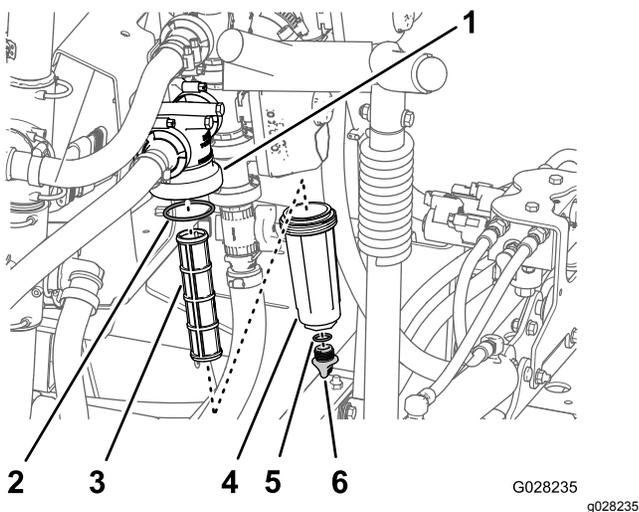

Figura 73
2. Alinhe um recipiente de escoamento debaixo do filtro de pressão (Figura 73).
3. Rode o tampão de drenagem no sentido contrário ao dos ponteiros do relógio e retire-o do recipiente do filtro de pressão (Figura 73).
4. Rode o recipiente no sentido contrário ao dos ponteiros do relógio e retire a cabeça do filtro (Figura 73).
5. Retire o elemento do filtro de pressão antigo (Figura 73).
6. Verifique o anel de retenção do tampão de drenagem (localizado no interior do recipiente) e o anel de retenção do recipiente (localizado no interior da cabeça do filtro) e veja se há danos e desgaste (Figura 73).
7. Instale o novo elemento do filtro de pressão na cabeça do filtro (Figura 73).
8. Instale o recipiente na cabeça do filtro apertando à mão (Figura 73).
9. Instale o tampão no recipiente apertando à mão (Figura 73).